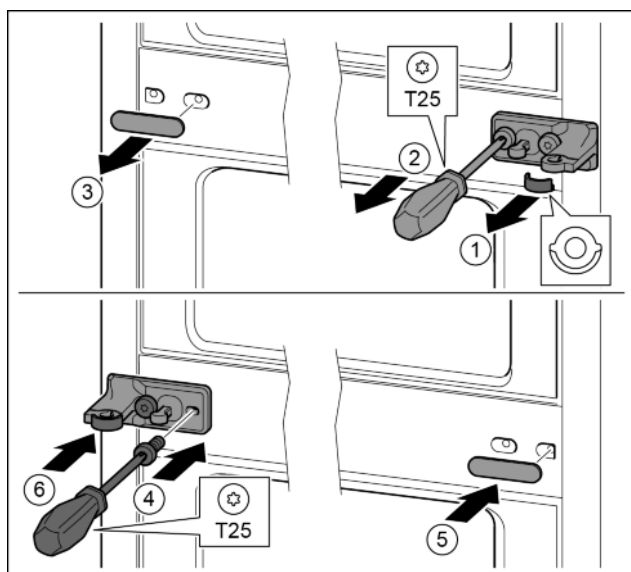

Fig. 29
- ▶ Stáhněte podložku. Fig. 29 (1)
- ▶ Šroubovákem T25 vyšroubujte šrouby. Fig. 29 (2)
- ▶ Opatrně stáhněte kryt. Fig. 29 (3)
- ▶ Stojan ložiska s fólií otočený o 180° pevně přišroubujte na druhé straně. Fig. 29 (4)
- ▶ Kryt otočený o 180° připevněte na druhé straně. Fig. 29 (5)
- ▶ Zepředu nasuňte podložku. Fig. 29 (6)